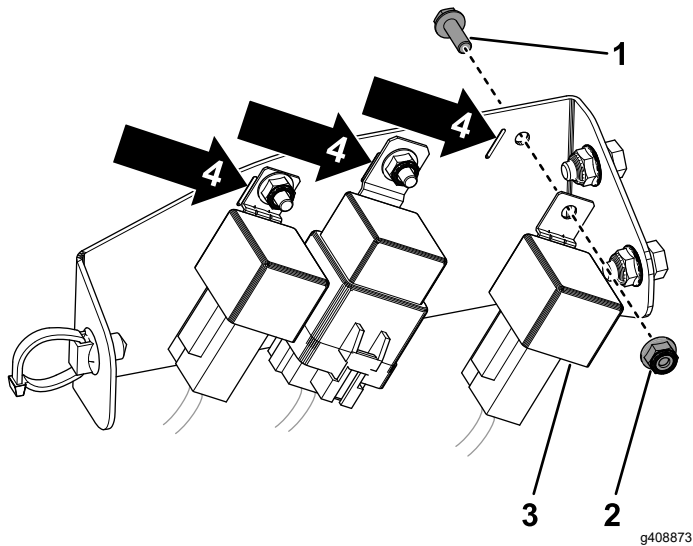

Figure 4
2. Installez les trois relais retirés à la section Retrait des relais \(page 2\) dans le support de relais à l'aide des fixations que vous avez conservées (Figure 4).
Remarque: Servez-vous des fentes dans le support pour orienter correctement les relais (repère 4 de la Figure 4).